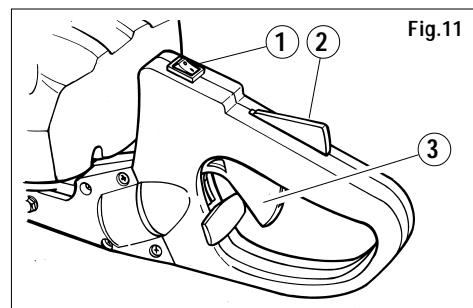

Fig.11
- 2) Presser l'interrupteur d'arrêt (fig. 11 pièce 1) en
- 5) Saisir la poignée arrière avec la main gauche en pressant avec la paume le blocage de l'accélérateur (fig. 11 pièce .2), pour libérer ainsi le mouvement du levier de l'accélérateur (fig. 11 pièce .3).
- 1) Pour arrêter le moteur mettre l'interrupteur (fig. 11 pièce 1) en position «OFF».